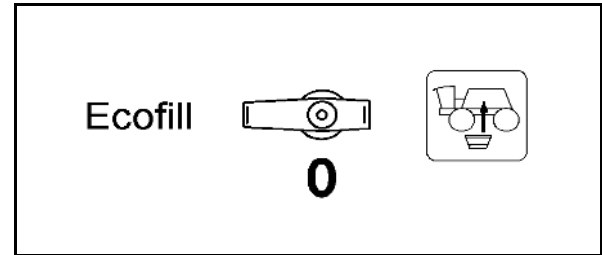

Fig. 72
- Ekstrarøreværket kan indstilles på indstillingshanen (Fig. 72/1).
Ekstrarøreværket er deaktiveret i indstillingshaneposition 0. Maksimale røreydelsen i position (Fig. 72/2).
Sikring af trykfilterets aftapningsfunktion (Fig. 72/3).